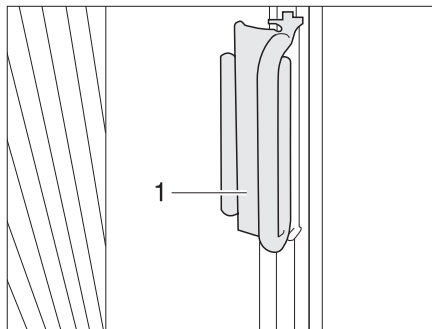

Bild 13 Handtag plisségardiner förar-/passagerarfönster
- Drag upp plisségardinerna för förar-/och passagerarfönstret, drag dem med handtaget (Bild 13,1) över kanten. Plisségardinen är säkrad.